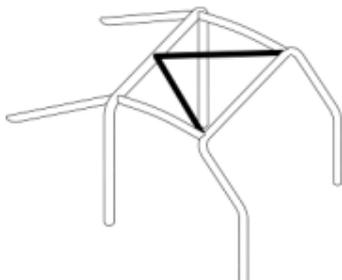
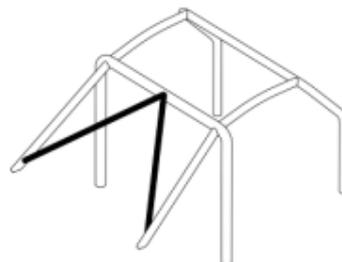

Рис.253-14
Рис.253-22
4.13 Если усиление крыши выполнено в соответствии со ст 253.8.3.2.1.3 (Рис.253-14), рекомендуется использование конфигурации в соответствии с Рис.253-22.